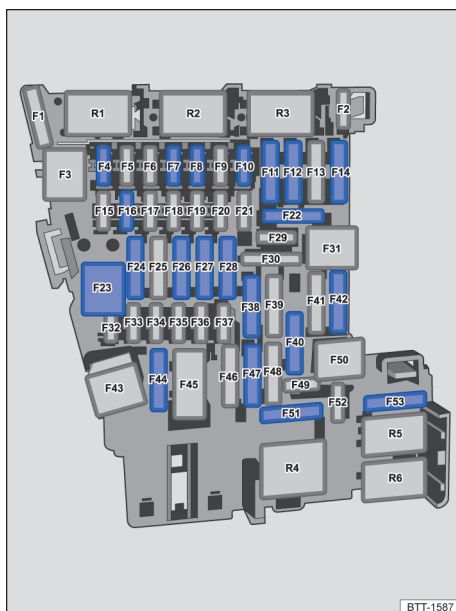

Fig. 199 No painel de instrumentos: designação de fusíveis.
Posição → Fig. 199
1) Considere a posição de instalação. Posição de fábrica do fusível conforme mostrado na figura → Fig. 199.